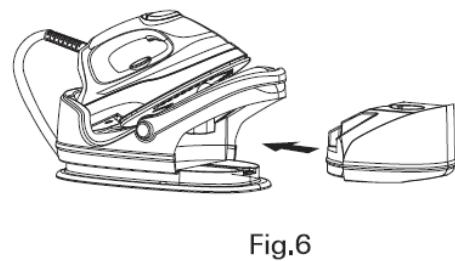

Fig.6
5. Vuelva a colocar el depósito de agua de nuevo en la base. Se fija en su lugar con la base hasta que se escuche un sonido de "clic". (Fig. 6)